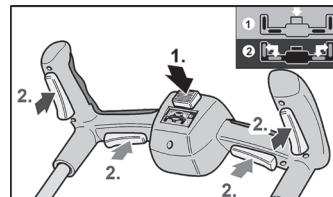

Рис. 3
Включение (Рис. 3)
Удерживая рукоятку двумя руками, немного наклоните газонокосилку, чтобы приподнялась ее передняя часть. Нажмите на кнопку (1) (Рис. 3) предохранителя и прижмите рычаги включения (2) (Рис. 3) к рукоятке. Переведите газонокосилку в рабочее положение.